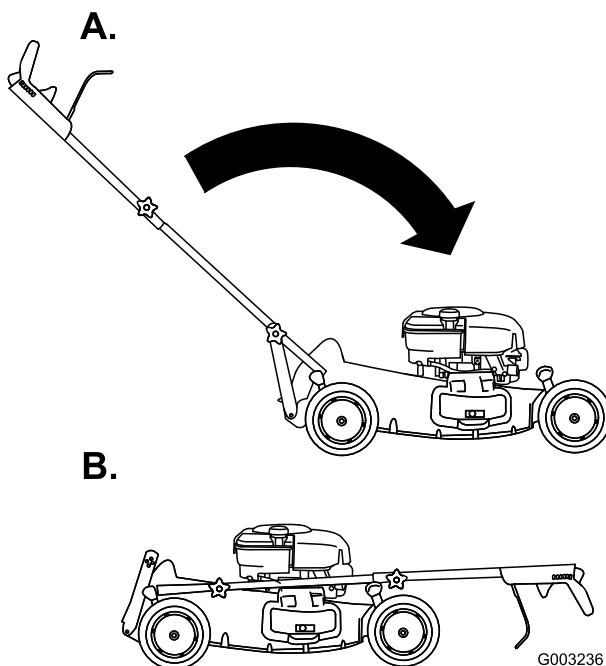

Figura 55
- Fate ruotare la stegola in avanti (Figura 55).